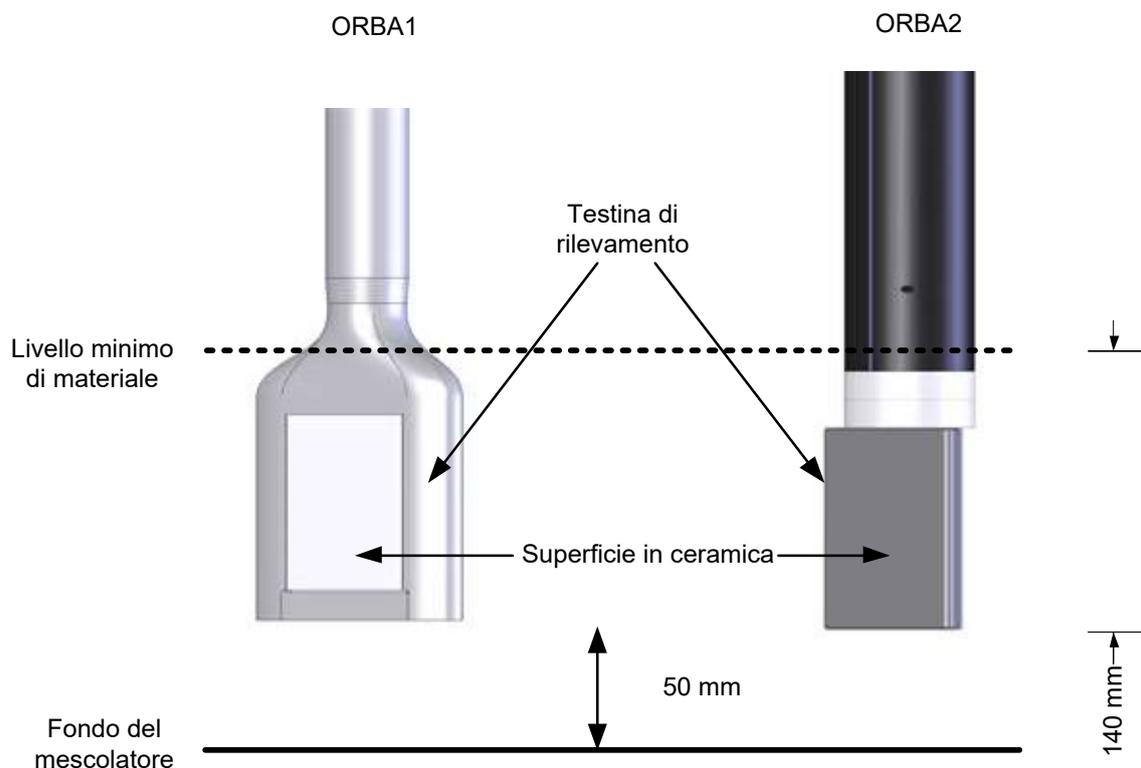

Figura 5. Impostazione dell'altezza del braccio di rilevamento
- I bracci di rilevamento sono disponibili in più lunghezze. Posizionare il sensore lasciando uno spazio di 50 mm tra la faccia inferiore del braccio di rilevamento e il fondo del mescolatore (Figura 5).
L'altezza consigliata per le applicazioni tipiche è 50 mm dal fondo del mescolatore (Figura 5). Questa altezza può essere impostata utilizzando il dispositivo di allineamento dell'angolazione, che ha una larghezza di 50 mm.